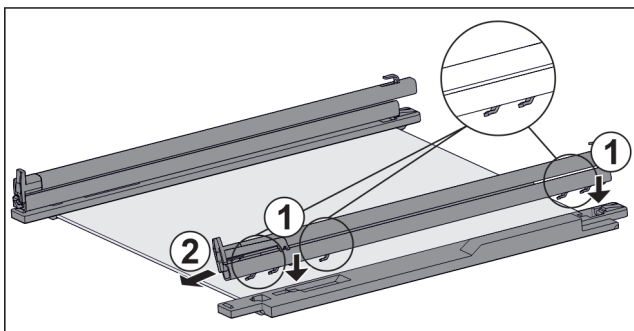

Fig. 46 Skleněná deska s kolejničkami a přídržnými díly
- ▶ Nasadte háčky kolejničky na otvory **levého** přídržného dílu. Fig. 46 (1)
- ▶ Vytáhněte kolejničku dopředu. Fig. 46 (2)
- ▶ Nasadte háčky kolejničky na otvory **pravého** přídržného dílu. Fig. 46 (1)